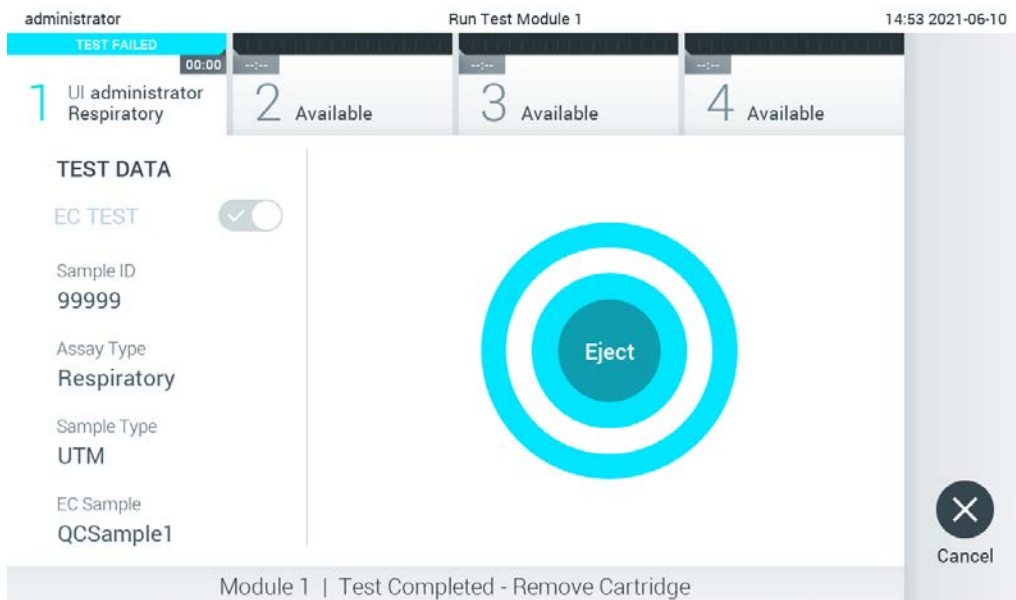

Рис. 95. Экран Eject (Извлечь).
11. По завершении цикла анализа отображается экран **Eject** (Извлечь) (рис. 95, следующая страница). Нажмите **Eject** (Извлечь) на сенсорном экране, чтобы извлечь картридж для тест-системы QIAstat-Dx, и утилизируйте его с биологически опасными отходами с соблюдением всех государственных, региональных и местных нормативов и законов в области здравоохранения и безопасности.